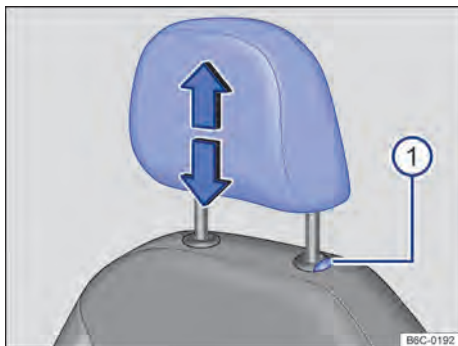
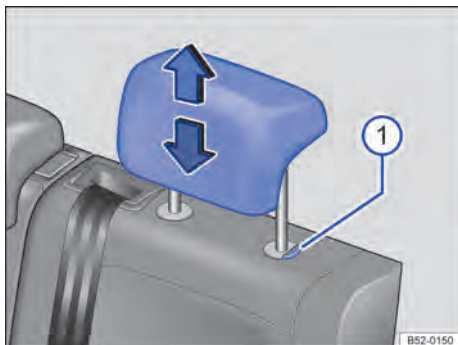

Fig. 71 Apoio para cabeça dianteiro: ajustar.
Fig. 72 Apoio para cabeça traseiros: ajustar.
- Deslocar o apoio para cabeça para cima ou para baixo na direção da seta com o botão → Fig. 71 ⌚ ou → Fig. 72 ⌚ pressionado → ⚠️ em *Introdução ao tema* na página 88.